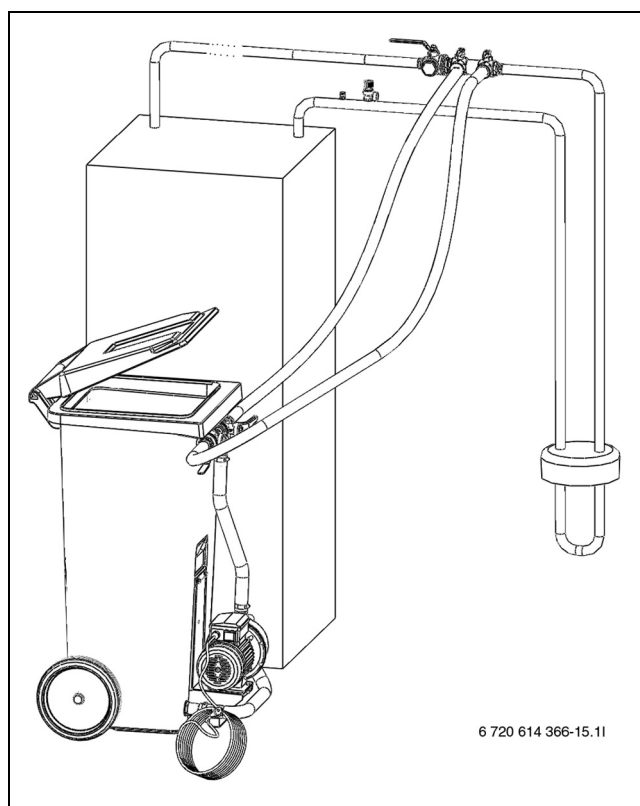

Bild 24 Befüllen mit Befüllstation
- ▶ Zwischen Befüllstation und Befüllvorrichtung zwei Schläuche anschließen (→ Bild 24).